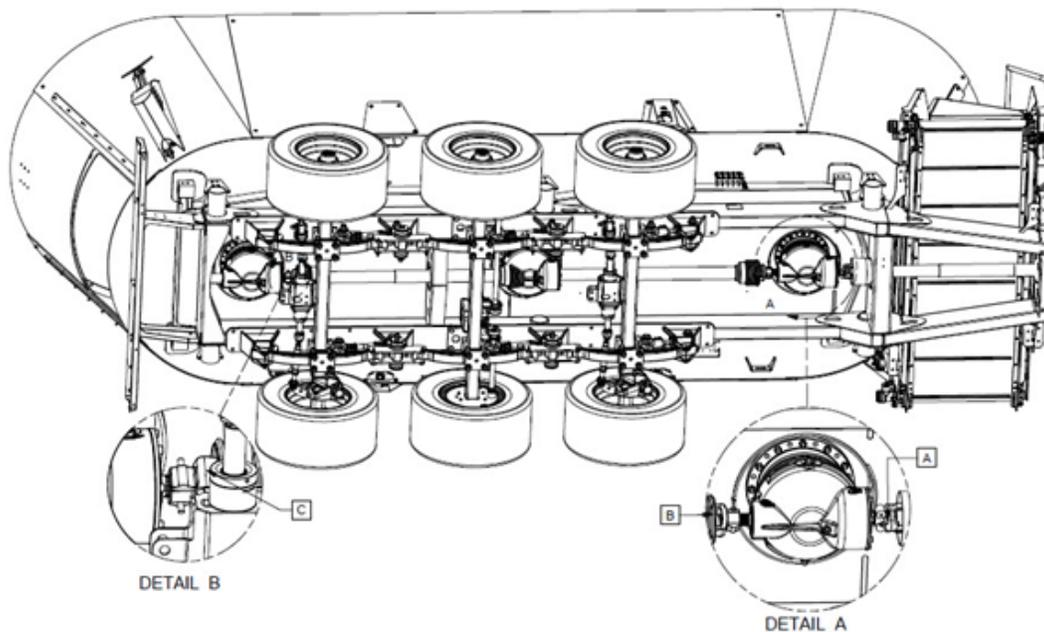

Figure 45 — Emplacement des limiteurs de couple à boulon de cisaillement sur les SMARTMIX à trois vis
Les SMARTMIX à trois vis possèdent trois sécurités par limiteur à boulon. Le premier limiteur est situé sur la transmission secondaire et permet de protéger les trois planétaires d'entraînement des vis de mélange (repère A, Figure 45). Le deuxième limiteur est situé après le premier boîtier d'entraînement de la vis du milieu (repère B, Figure 45). Le troisième limiteur est situé après le deuxième boîtier d'entraînement de la vis arrière (repère C, Figure 45).
En cas de rupture du boulon de cisaillement de la vis avant (repère A, Figure 45) :
2. Retirez le morceau de boulon du limiteur (repère A, Figure 45).
En cas de rupture du boulon de cisaillement de la vis du milieu (repère B, Figure 45) :
2. Retirez le morceau de boulon du limiteur (repère B, Figure 45).
En cas de rupture du boulon de sécurité de la vis arrière (repère C, Figure 45) :
2. Retirez le morceau de boulon du limiteur (repère C, Figure 45).